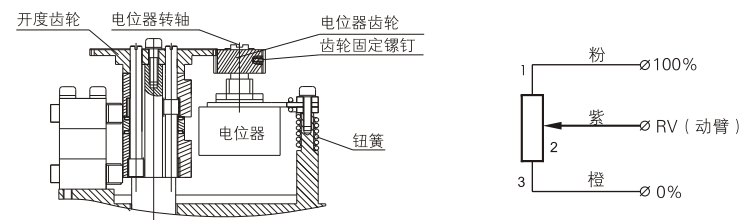

图7
3、电位器的调整（图7）适用于C型
- ①用手柄驱动执行机构向中间位置运行使指针正指向50%刻度线。
- ②使电位器齿轮和开度齿轮啮合好（齿轮固定螺钉朝向朝外，易于锁紧）。
- ③如图7，用万用表测量电位器始端和终端阻值（电位器1、3脚间阻值），记下阻值R。（如无特别要求，电位器出厂默认为1KΩ±15%）
- ④将万用表两表笔分别接在电位器动臂（电位器2脚）和另外任意一端上，用平口起子缓缓转动电位器转轴，观察万用表读数，当阻值为R/2±2%时，停止调整电位器转轴，并锁紧齿轮固定螺钉。